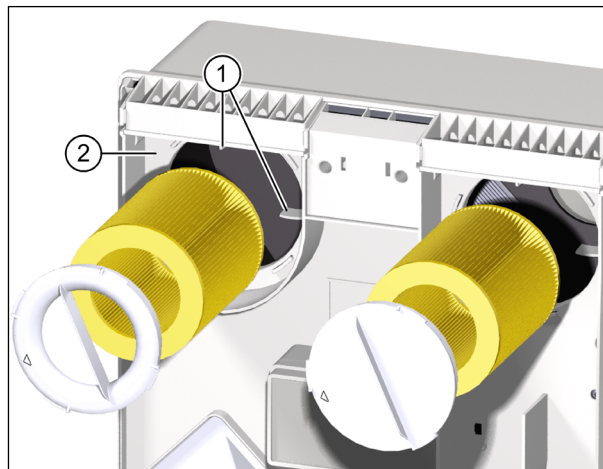

Fig. 15: Mettre en place de nouveaux filtres à air
- ▶ Veillez à ce que le filtre à air glisse dans les quatre ergots de retenue (pos. 1 dans Fig. 15) sur la paroi arrière de l'appareil d'aération.
- ▶ Posez l'anneau du filtre sur le filtre d'air repris. Veillez à ce que l'anneau du filtre repose à plat sur la plaque intermédiaire (pos. 2 dans Fig. 15).